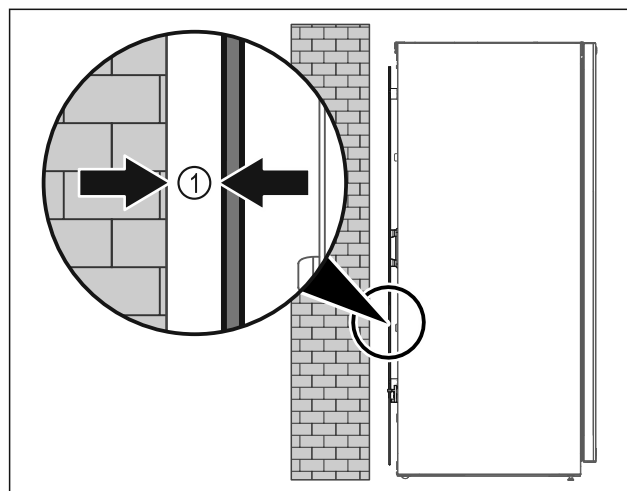

Fig. 4
- ▶ Zariadenie inštalujte voľne v priestore alebo priamo na stenu v minimálnej vzdialenosti 5 mm Fig. 4 [1].